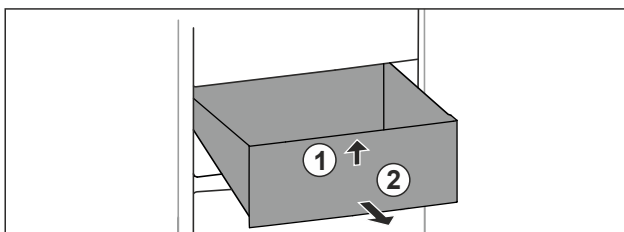

Fig. 98
- Schubfach vorne anheben. Fig. 98 (1)
- Schubfach nach vorne entnehmen. Fig. 98 (2)